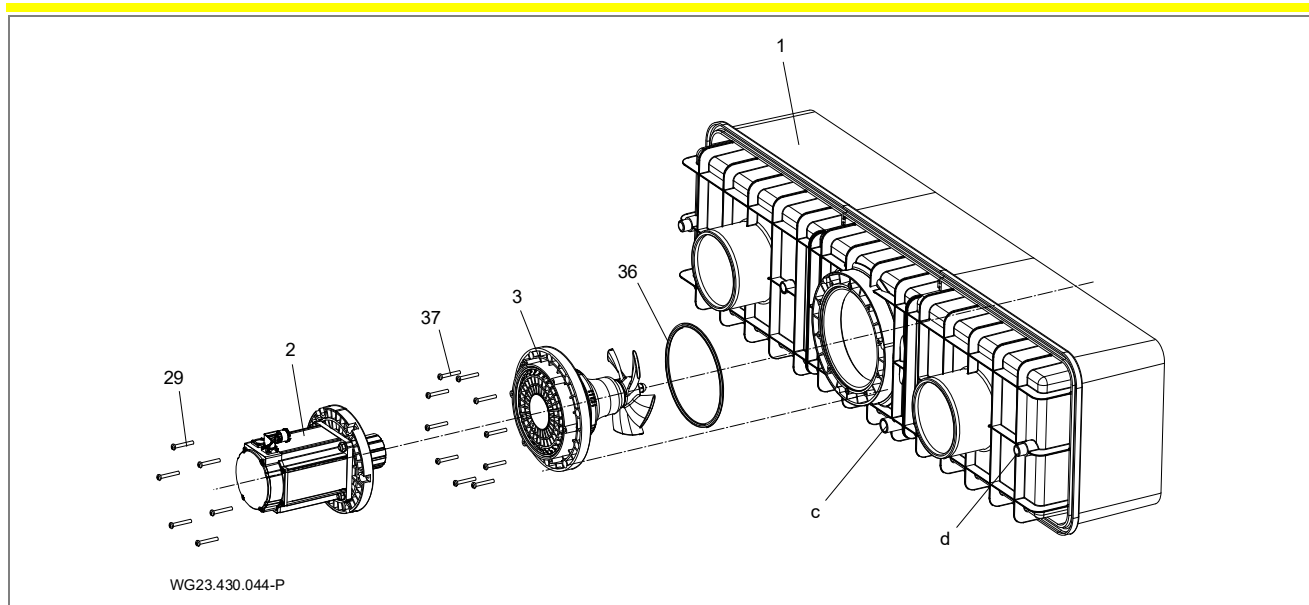

Fig. 16
1. Dégraisser la tubulure de raccordement (d, voir "Fig. 16", page 22) sur le boîtier en plastique (1) et la douille de raccordement de la gaine de protection des câbles (12) avec un nettoyant pour PVC-U / ABS.